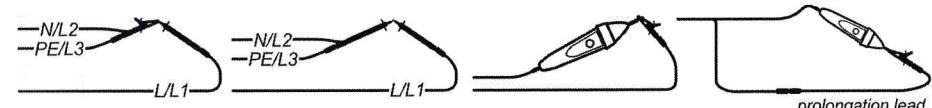

Рисунок 5.16: Закороченные испытательные выводы
- **Подключите** испытательный кабель к прибору и закоротите вместе испытательные провода (см. Рисунок 5.16: Закороченные испытательные выводы).